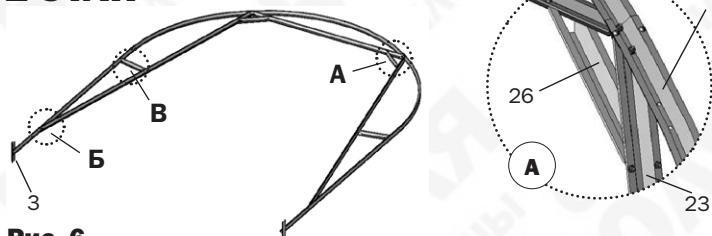

Рис. 6
- Выполняйте сборку в соответствии с фотографиями этапов сборки и узлов, представленными на **рис. 6...14**.